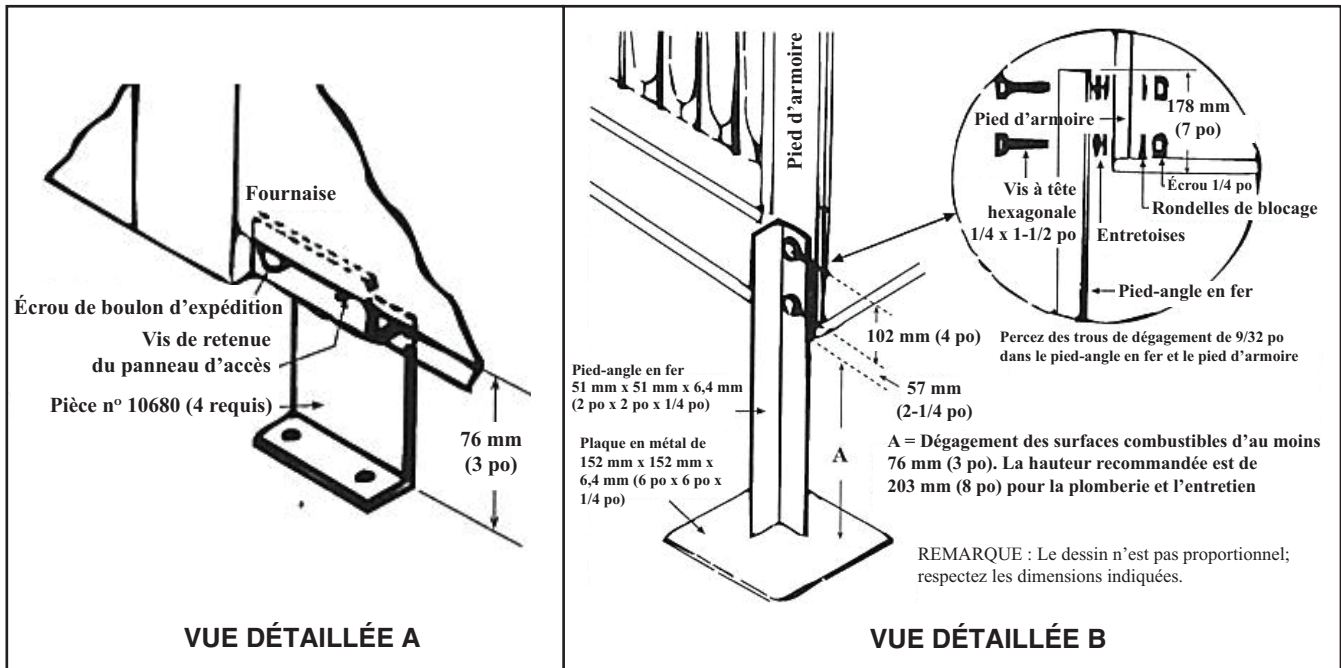

Figure 7. Supports de dégagement pour les modèles des séries RX et RPV
Des trous de levage sont prévus dans les quatre coins des rails du support de montage. Utilisez les barres d'écartement au moment du levage pour empêcher les chaînes ou les câbles d'endommager le boîtier. Les modèles de la série RG peuvent être placés directement sur une dalle ou sur le toit, pourvu que le support soit adéquat. Les rails de support fournis requièrent un dégagement par rapport aux surfaces combustibles. Les modèles des séries RX et RPV requièrent un dégagement minimum de 76 mm (3 po) entre le fond de l'appareil et toute surface combustible. Des pieds de support (pièce n° 10680, quatre (4) requis, voir DÉTAIL A, Figure 7) ou des supports de 76 mm (3 po) fabriqués sur le chantier (voir DÉTAIL B, Figure 7) fournissent le dégagement requis.